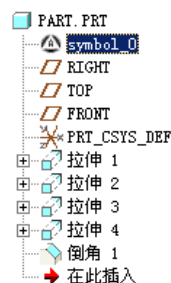

图 5.8.7 模型树中显示焊接符号
Step7. 在导航选项卡中选择 $\rightarrow$ 树过滤器(F)命令,在系统弹出“模型树项目”对话框的显示区域中选中 $\rightarrow$ 注释复选框,然后单击 $\rightarrow$ 确定按钮,此时在模型树中显示图 5.8.7 所示的焊接符号。